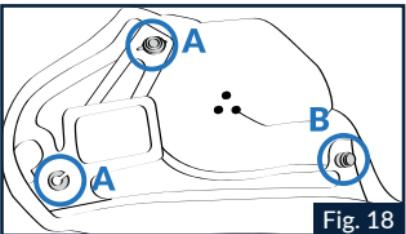

Fig. 18
2.1 Desprenda los dos ojales «A» del bastidor trasero de la presilla de la almohadilla lateral izquierda a la altura de los dos botones automáticos (superior y delantero) presentes en su parte trasera (Fig. 18).
5.2 Enganche los dos ojales «A» del bastidor de la presilla trasera de la almohadilla lateral izquierda a la altura de los dos botones automáticos (superior y delantero) presentes en su parte trasera (Fig. 18).